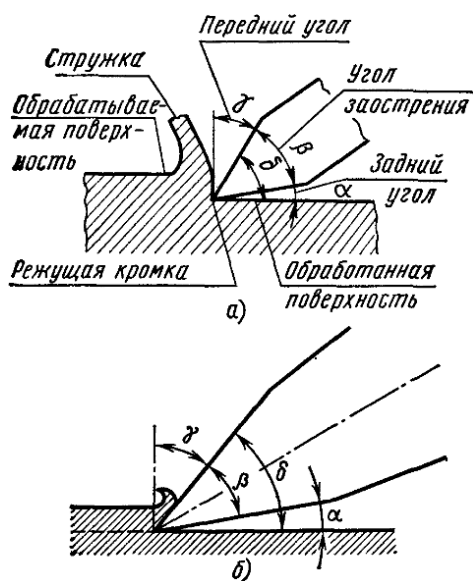

Рис. 2. Процесс резания:
3. По рис. 2 объясните, что такое задний угол, передний угол, угол заострения, угол резания. Какие их соотношения и значения в процессе резания? Как они образуются?